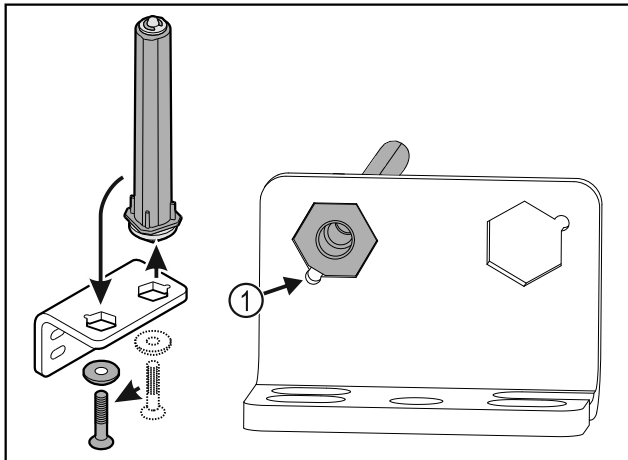

Fig. 19
- ▶ Βεβαιωθείτε ότι κατά την τοποθέτηση η λοξοτομή του πείρου είναι στραμμένη Fig. 19 (1) προς τη στρογγυλή οπή.